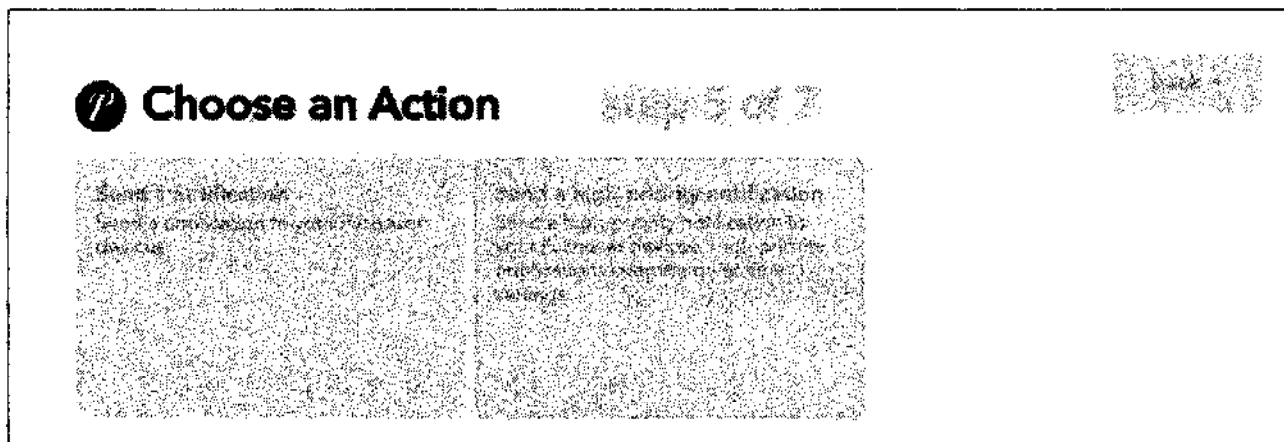

Рис. 8.11. Выбираем тип уведомления
5. Выберите тип уведомления по своему усмотрению (рис. 8.11). Тем самым мы укажем сервису IFTTT, какой тип уведомления отправить в приложение: простой или с высоким приоритетом.